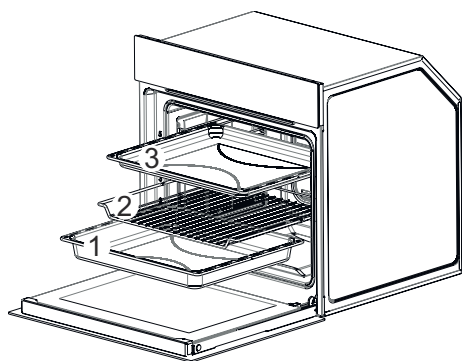

Fig. 14
- Tag bradepande, grillrist og bageplade ud (1-2-3 / Fig. 14).